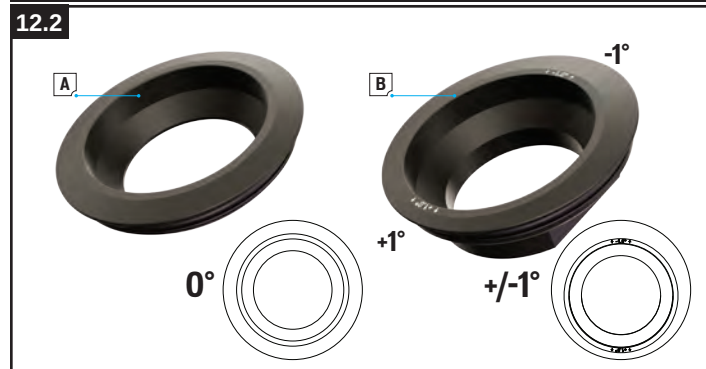

Рис. 12.2
- Отсоедините вынос (С) от трубы рулевой колонки вилки (D) и снимите вилку с рамы (Е).
- Выберите чашку рулевой колонки и установите ее в нужное положение в соответствии с предпочтениями велосипедиста (рис. 12.2).